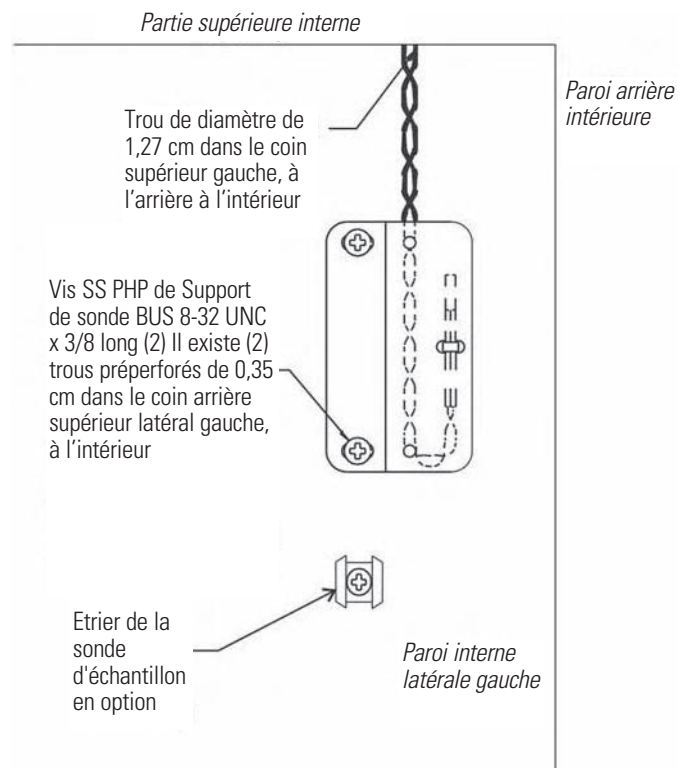

Figure 7-4. Support de la sonde
1. Localiser le trou pré-perforé de 0,05 cm situé dans le coin supérieur arrière gauche du plafond de la chambre. Retirer l'attache de fixation du harnais extensible de la sonde/du solénoïde. Dérouler le fil de sortie de la sonde et faire passer l'extrémité de la sonde (environ 4,7 cm) vers le bas via le trou de 0,05 cm (Figure 7-4).
3. Tarauder (n° 8-32) les deux trous pré-perforés situés à l'intérieur de la paroi gauche du congélateur. Monter le support. La Figure 7-4 illustre la sonde de sauvegarde montée sur la paroi interne gauche du congélateur.